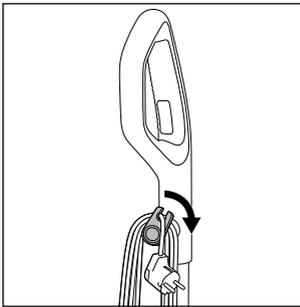

Fig. 16
- ◆ Desenrolle el cable de red **17** completamente del enganche superior e inferior del enrollables **16/20**. Para desenrollar el cable de red **17** rápidamente del enrollables **16/20**, tire del enganche superior del enrollables **16** ligeramente hacia fuera y gírelo hacia abajo (consulte la fig. 16).